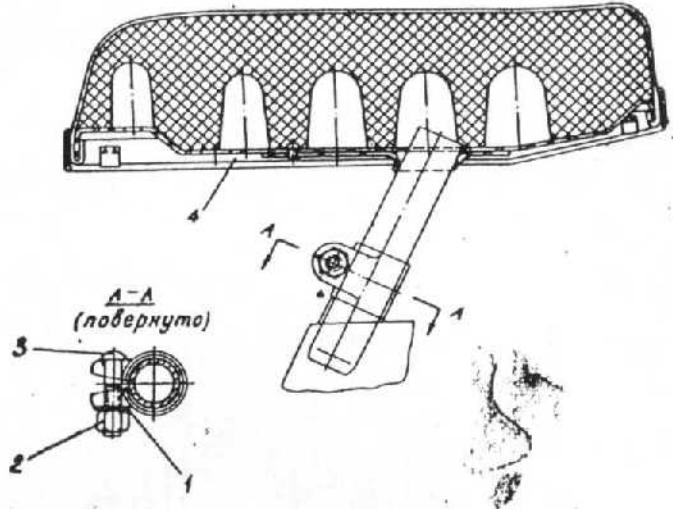

Рис. 10. Седло:
**Седло.** Для регулировки седла (рис. 10) по высоте ослабляется гайка 2 и седло 4 устанавливается на желаемую высоту. Затем гайку необходимо затянуть.